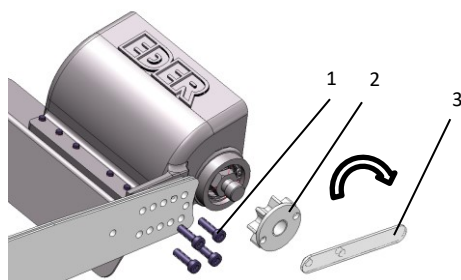

Bild 2: Infästning av barkningsshuvudet på hållaren
- > Skruva fast respektive huvud med 4 M6x20 skruvar (**1** - bild 2). Kontrollera regelbundet att skruvarna sitter fast. Det respektive huvudet kan, beroende på motorsågsmodell skruvas fast i olika positioner. Korrekt fastskruvningsposition är när drivningskedjan är tillräckligt spänd och också kan efterspännas.
- > Skruva fast drivningsdrevet på kapslingen (**2** – bild.2) och dra åt drivningsdrevet med tappnyckeln (**3** – bild 2).